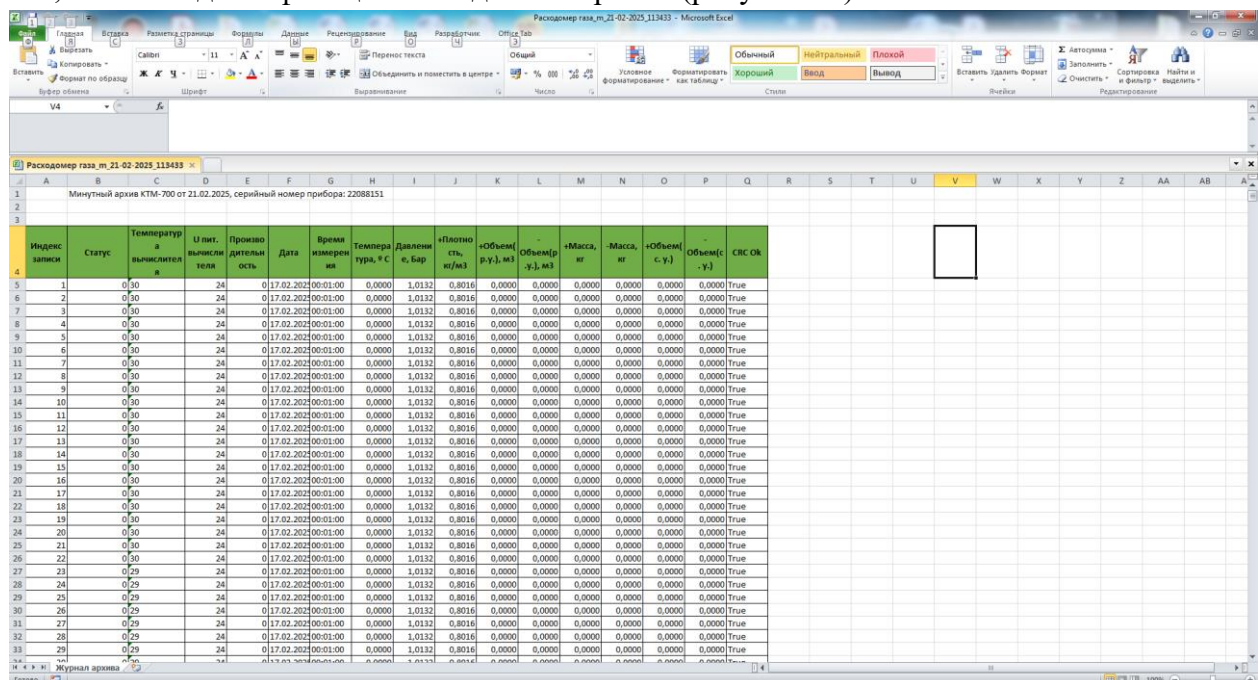

Рисунок 56 – Пример сохраненных данных в файл
4.13.5.4 Для сохранения прочитанных данных в файл необходимо нажать кнопку «Сохранить». При этом откроется окно выбора пути сохранения и возможность выбора наименования файла. Сохраненный файл имеет расширение .xlsx, содержит данные прочитанного архива, а также идентификационные данные архива (рисунок 56).